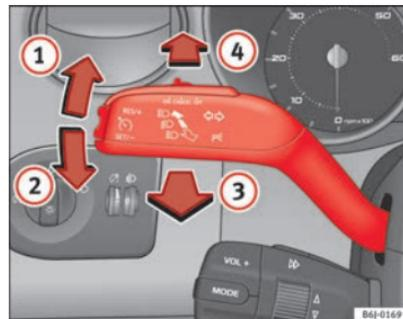

Fig. 62 Manípulo das luzes indicadoras de mudança de direcção e dos máximos
⇒ Fig. 62 ①, para piscar à direita ou para baixo ②, para piscar à esquerda.
- Empurrar a alavanca para a frente ⇒ Fig. 62 ④, para ligar os máximos.